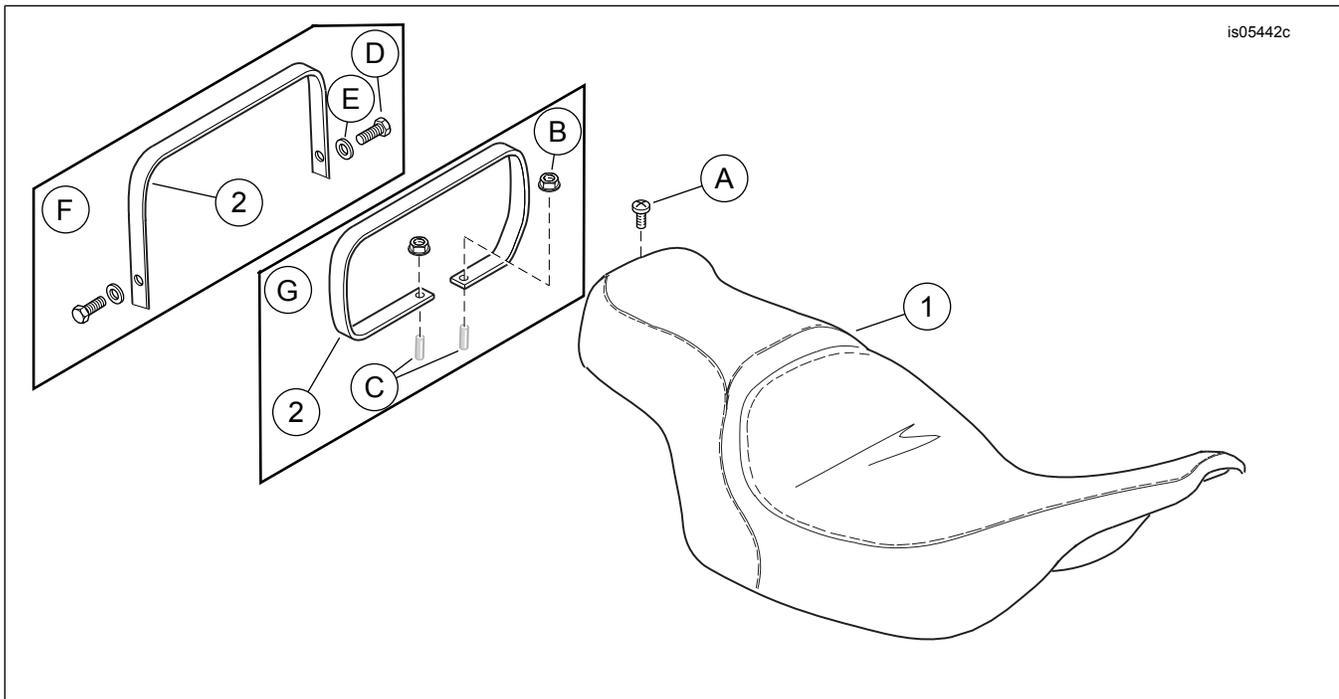

Figura 7. Piezas de servicio: Asiento con calefacción
Consulte Figura 7 y Tabla 1 para ver el contenido del kit.
- Vea Figura 7 . Retire el tornillo (D), la arandela (E) y el extremo de la correa de sujeción. Guarde los elementos de sujeción para instalarlos más tarde.
- Vea Figura 7 . Quite el tornillo con cabeza Phillips con la arandela de seguridad (A) de la parte trasera del asiento instalado actualmente. Tire del asiento hacia atrás para retirarlo. Conserve el tornillo
- b. Vea Figura 7 . Instale el tornillo de la correa de sujeción (D) y la arandela (E). Ajuste.